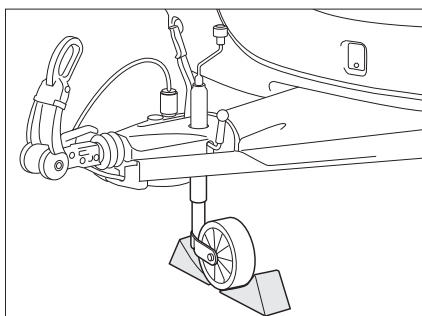

Fig. 182 Bloquer la roue d'appui
- Placer la roue d'appui de manière perpendiculaire au sens de la marche et la bloquer avec des auxiliaires adéquats (Fig. 182).